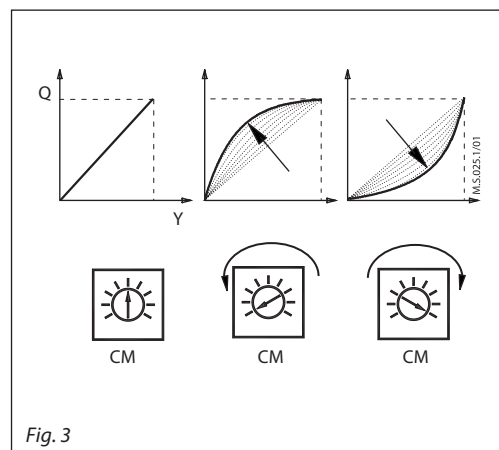

Fig. 3
**DIP4 : LIN/MDF, fonction de modification des caractéristiques (Fig. 3) :**